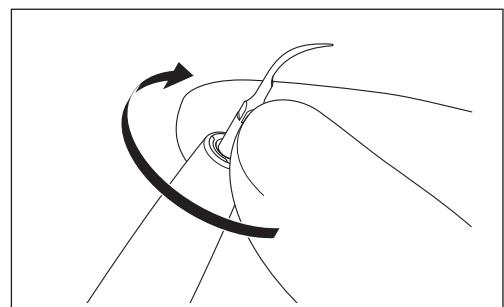

Fig. 15
- 2) Empurre a ponta para a extremidade distal da peça de mão e apafuse a ponta até estar ligeiramente apertada (Fig. 15).